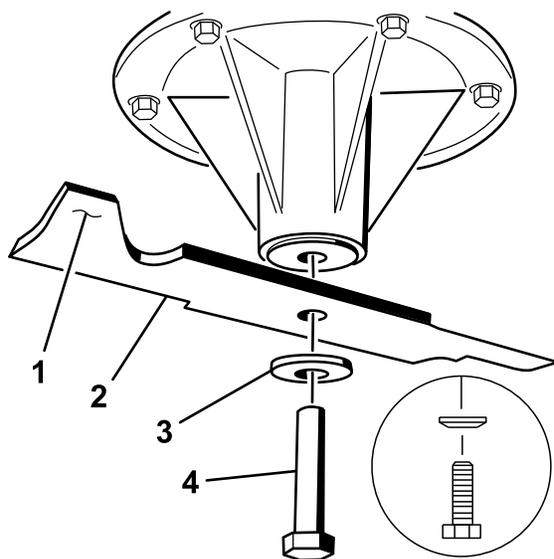

Figure 94
1. Placez la lame sur l'axe (Figure 94).
2. Mettez en place la rondelle élastique et le boulon de la lame (Figure 94).
**Remarque:** Le cône de la rondelle élastique doit être dirigé vers la tête du boulon (Figure 94).